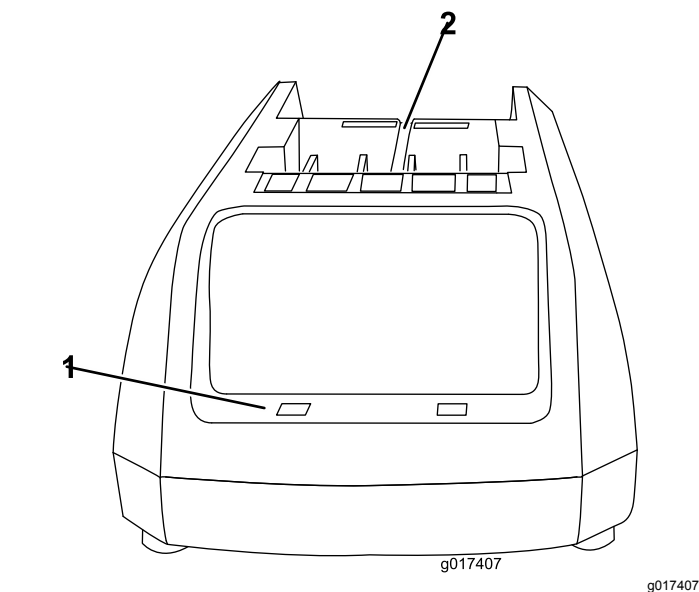
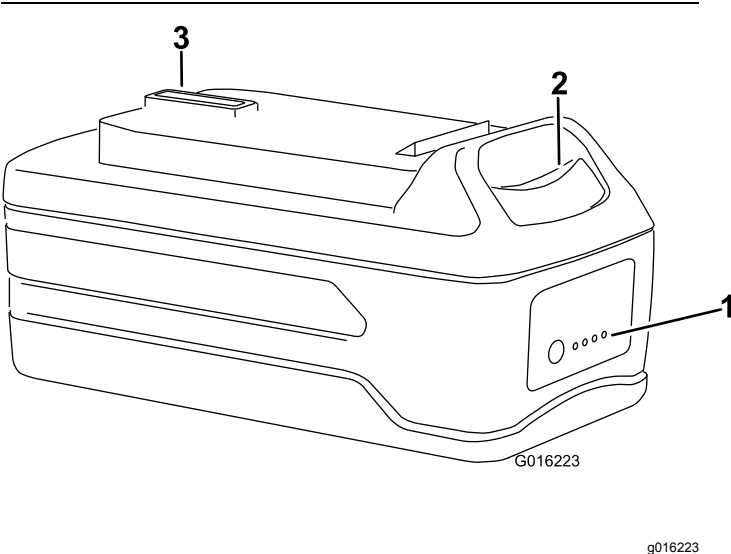

Figura 1
Figura 2
1. Ponga la batería boca abajo y alinee el terminal de la batería con la ranura del cargador (Figura 1 y Figura 2).